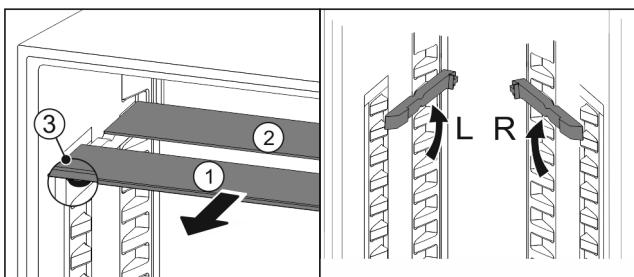

Fig. 27
- ▶ Izvucite Fig. 27 (1) staklene ploče jednu po jednu prema naprijed.
- ▶ Staklena ploča Fig. 27 (1) s ukrasnom letvicom nalazi se sprijeda.
- ▶ Zaustavljači Fig. 27 (3) su usmjereni prema dolje.